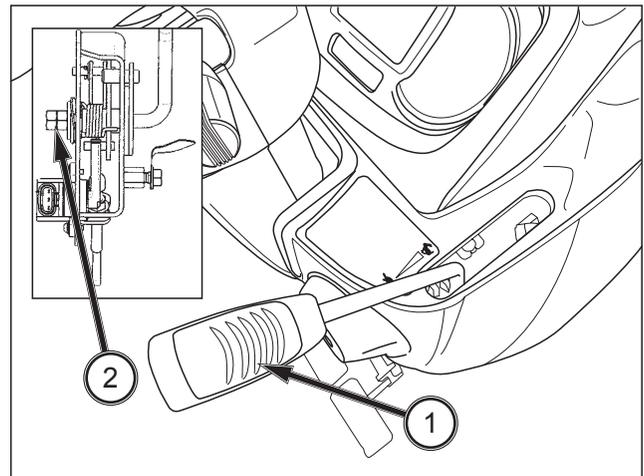

FIG. 168
**FIG. 168 :** Le levier d'accélération à main (1) doit rester dans la position choisie par le conducteur. Lors d'une utilisation normale, la friction du levier diminue et celui-ci peut quitter la position sélectionnée. Tournez l'écrou de réglage (2) si nécessaire pour maintenir le levier d'accélération dans la position choisie.